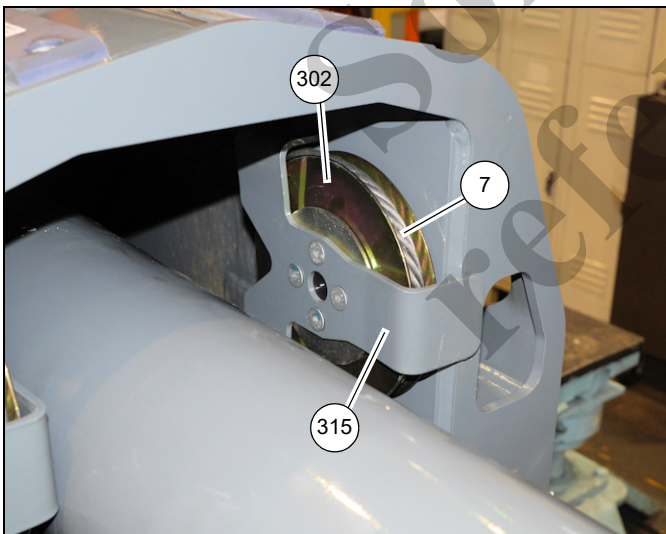

FIGURA 4-104
55. Enrolle el cable de retracción (7) alrededor de la polea (302), luego instale la escuadra del retenedor de cable (315) con cuatro pernos (346) (vea la Figura 4-104).